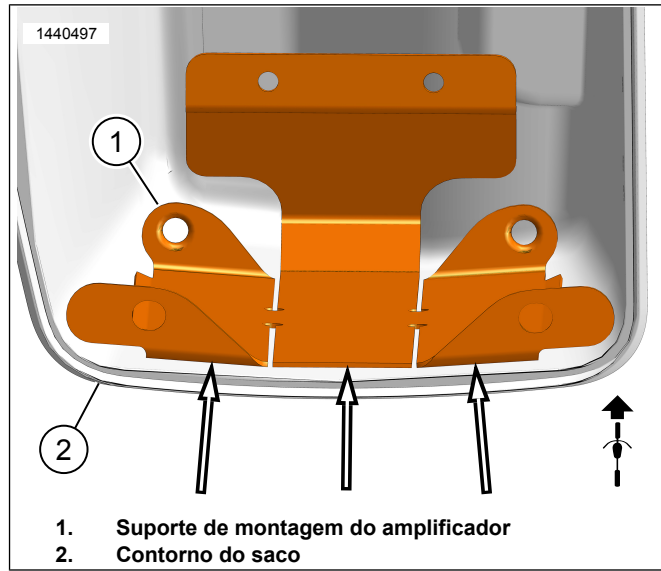

Figura 12. Contorno do saco
- b. Figura 12 Utilize as fendas no apoio de montagem (1) para o dobrar e adaptar ao contorno do alforge (2) sem abanar. Isto garantirá um melhor contacto e aderência com a fita. Não retire a película da fita adesiva a esta altura.